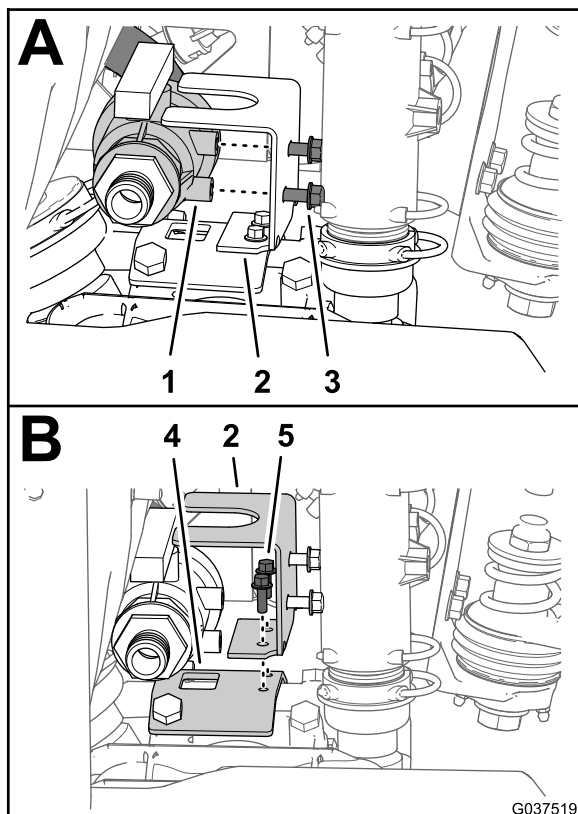

Figure 34
1. Au sommet de la pompe de pulvérisation, retirez les 2 boulons à embase (5/16 x 3/4 po) qui fixent le régulateur d'agitation sur son support (Figure 34).
2. Retirez les 2 boulons à embase (1/4 x 3/4 po) qui fixent le support du régulateur au support de la pompe de pulvérisation, et déposez le support de la machine (Figure 34).